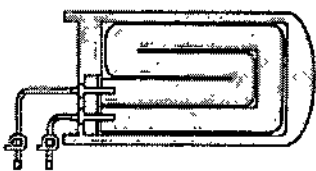

Fig 4. Cassette flexible del calentador (cámara de goteo aparte)
- Desconecte la cámara de goteo del Cassette flexible del calentador y póngala aparte (junto con el tubo que tiene conectado) (Fig. 4).